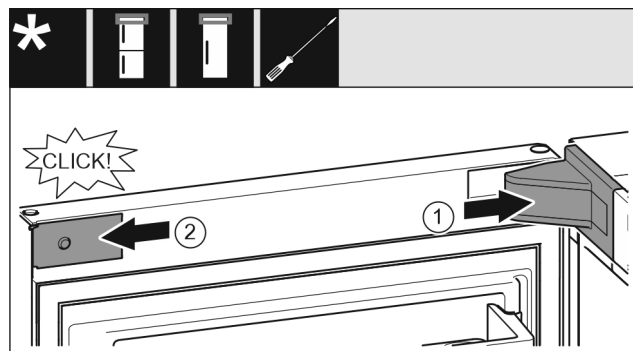

Fig. 25
- Nasad'te a zaklapněte kryt stojanu ložiska Fig. 25 (1), příp. opatrně přitlačte od sebe.
- Z boku nasad'te zásepku Fig. 25 (2) a zaklapněte.